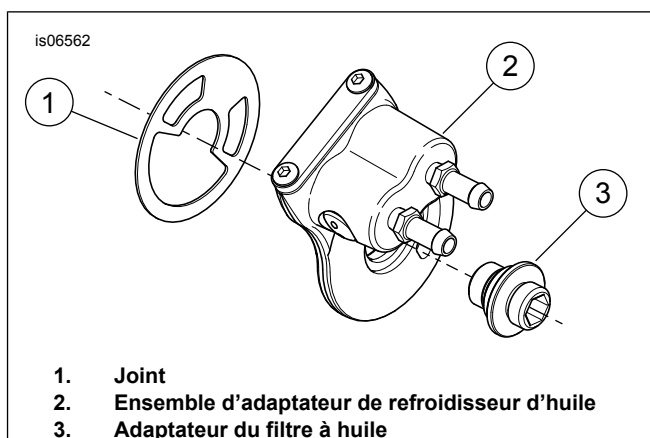

Figure 3. Installer l'ensemble d'adaptateur de refroidisseur d'huile
3. Voir Figure 3. Installer l'adaptateur de refroidisseur d'huile (2) avec le joint (1) et l'adaptateur de filtre à huile (3). Serrer l'adaptateur du filtre à huile à un couple de 16,3–21,7 N·m (12–16 ft-lbs).